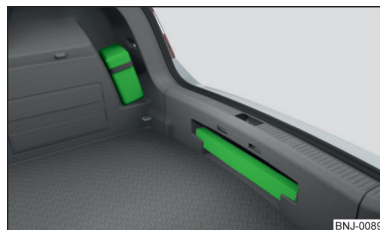
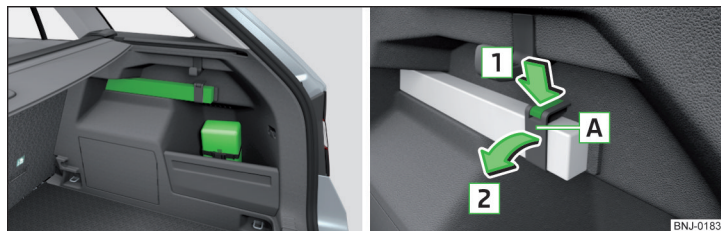

Fig. 255
Fig. 256 Amplasarea trusei de prim-ajutor și a triunghiului reflectorizant - varianta 2/desfacerea triunghiului reflectorizant
Trusa de prim-ajutor poate fi fixată cu ajutorul unei benzi elastice în partea dreaptă a portbagajului » fig. 255, respectiv » fig. 256.
Triunghiul reflectorizant poate fi împins în capitonajul de sub marginea de încărcare » fig. 255.
Triunghiul reflectorizant poate fi fixat cu ajutorul unei chingi elastice în partea dreaptă a portbagajului » fig. 256.
- » Pentru **desprindere**, apăsați elementul de fixare de pe bandă în sensul săgeții [1] și deschideți banda [A] în sensul săgeții [2] » fig. 256.